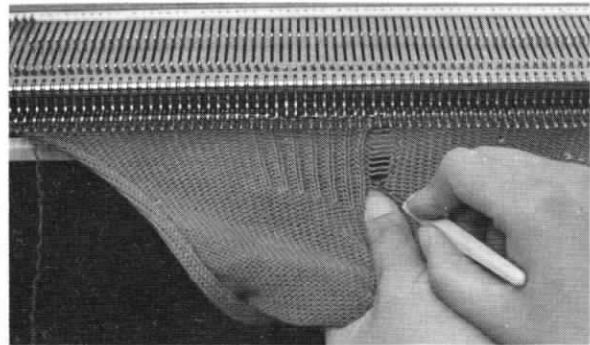

Fig. 40
Este método facilita la visión del remallado de los puntos cuando se hace un borde de elástico (Ver Fig. 40 y 41).
- e) Sujetando firmemente el tejido con la mano izquierda seguir la cadeneta hasta poner el punto en la aguja vacía (Fig. 40 y 41). Repetir este trabajo con cada segunda aguja. Antes de continuar tejiendo, quitar la regla para platinas.